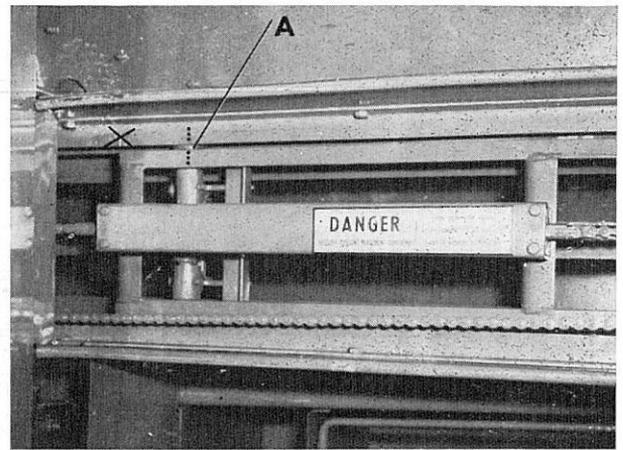
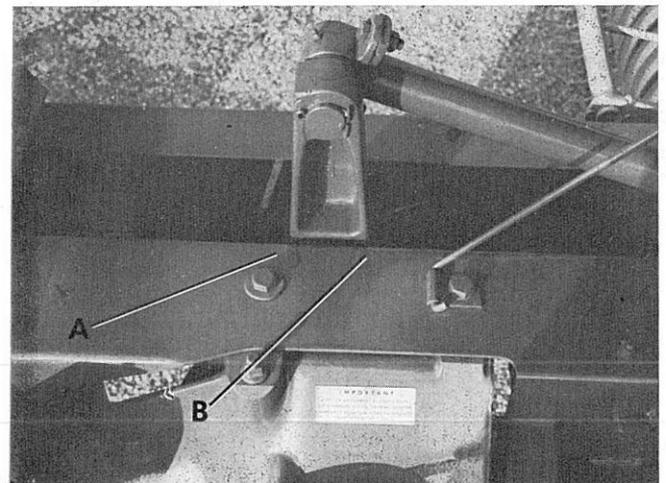

FIG. 33
FIG. 34
Un trou a été prévu dans le flasque latéral du ramasseur pour la surveillance et l'accès au galets de la came du ramasseur. Pour remplacer l'un de ces galets, tourner le ramasseur jusqu'à ce que le galet soit accessible au travers des ouvertures du flasque fig. 33 ; le galet peut être retiré facilement par cette ouverture.
Le chariot d'ameneur est calé par rapport au mouvement du piston. Ceci est nécessaire pour assurer une alimentation régulière de la marchandise dans la chambre à balles et pour empêcher le piston de venir frapper les dents de l'ameneur. Le chariot d'ameneur est convenablement calé lorsque les repères sur le chariot sont alignés par rapport aux repères sur le rail de guidage point A fig. 33 et lorsque la manivelle du piston est au point mort supérieur entre ses repères de calage A et B (fig. 34). On peut vérifier en s'assurant que l'extrémité de la longue dent avant du chariot d'ameneur est approximativement distante de 58,5 cm du côté gauche de la chambre à balles.
A — Placer le piston avec le haut de la manivelle au point mort entre ses repères de calage A et B (fig. 34).
Ceci peut être facilement vérifié au moyen des repères de calage. Pour contrôler, tourner le volant jusqu'à ce que la manivelle soit en position verticale, comme indiqué sur la fig. 34. S'assurer que le cliquet de l'embrayage du noueur est fermement appuyé contre l'arrêt du noueur. A ce moment, les repères (points B et C fig. 29) doivent s'aligner à 12 mm près.
2. Tourner le volant dans le sens contraire des aiguilles d'une montre jusqu'à ce que la manivelle soit en position verticale entre les repères de calage A et B fig. 34 sur le côté supérieur de la chambre à balles.